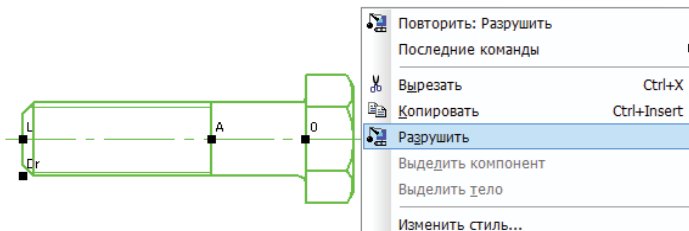

Рис. 103
2. Вызвать меню *Редактор* → *Разрушить* или через обращение к контекстному меню (рис. 103).